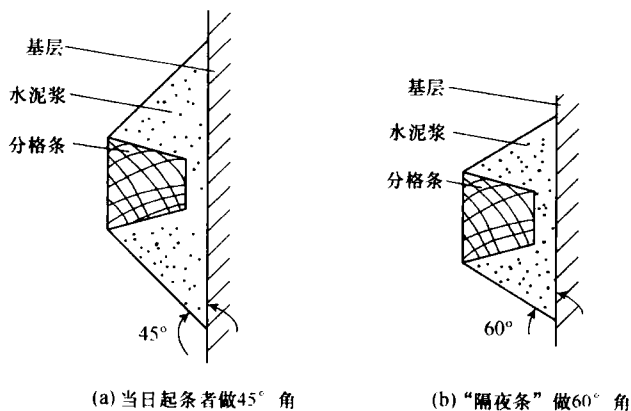

图 1-5 分格条两侧斜角示意
(5)弹线、粘分格条。根据图纸要求弹线分格、粘分格条。若当天抹面后粘分格条,则在条两侧用聚合物水泥浆抹成 45°八字坡形,若是粘“隔夜条”则在条两侧用聚合物水泥浆抹成 60°八字坡形(图 1-5)。粘分格条时,水平条粘在分格线下方,竖条粘在分格线左方,所粘分格条应在线的同一侧,防止上下和左右乱粘,出现分格不均匀、不顺直。